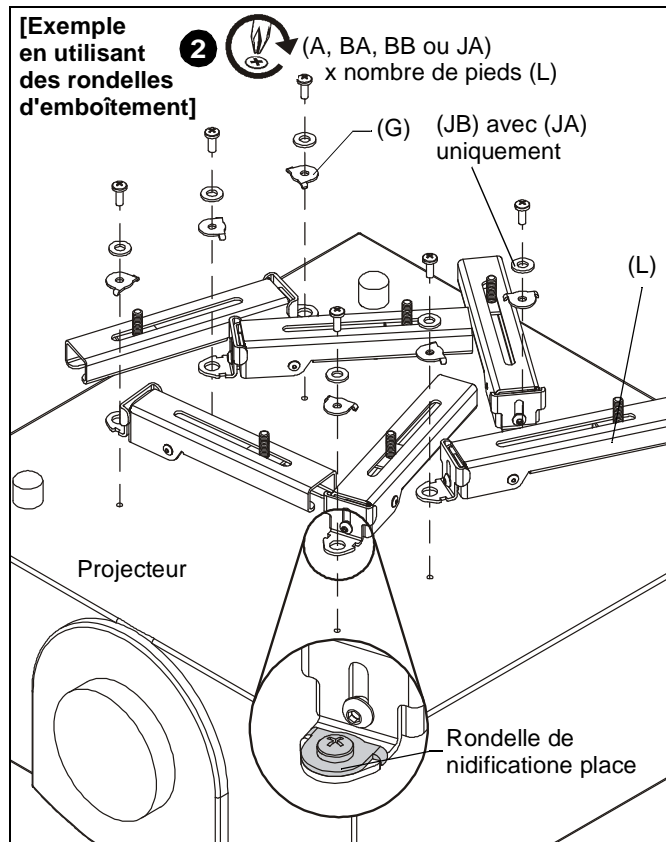
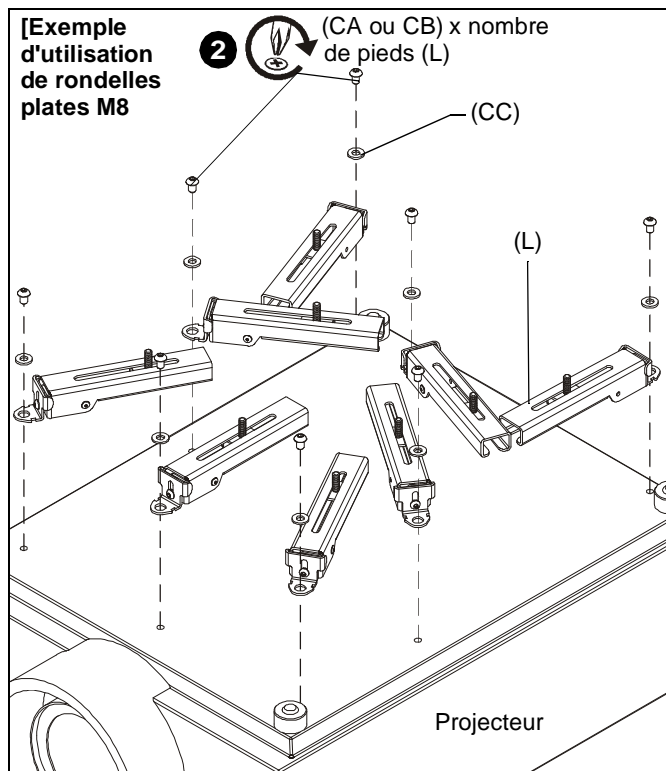

Figure 1
Figure 2
2. Fixez les pieds HBU (L) au projecteur en utilisant les fixations et les rondelles choisies. (Voir la Figure 1) et (Voir la Figure 2)